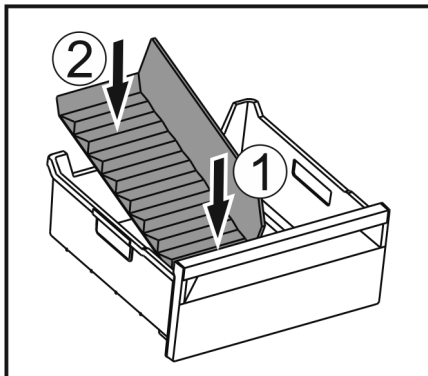

Fig. 49
- Installer le séparateur par l'avant Fig. 49 (1).
- Abaisser l'arrière Fig. 49 (2).